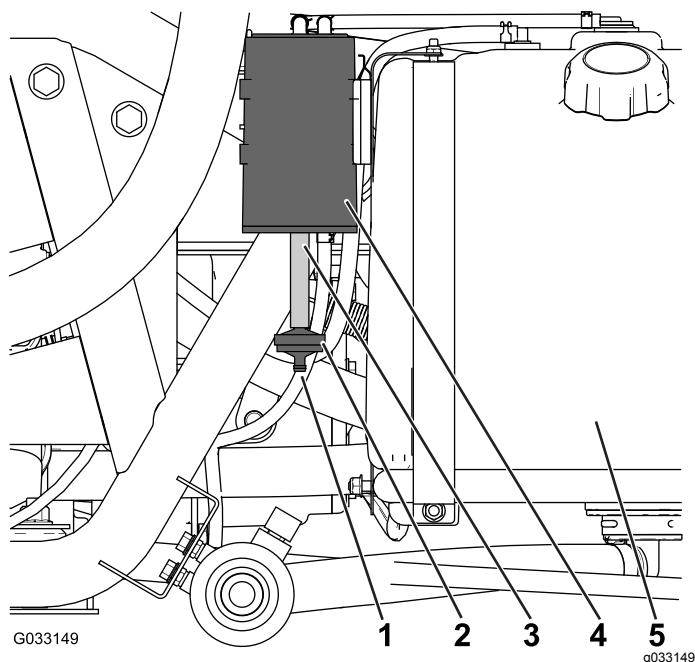

Bild 45
Prüfen Sie an der Öffnung unten am Luftfilter den Aktivkohlefilter und stellen Sie sicher, dass er sauber ist und keine Rückstände oder Verstopfungen hat (Bild 45).
1. Entfernen Sie das gezahnte Anschlussstück des Aktivkohlefilters von der Leitung unten am Aktivkohlefilter und nehmen Sie den Filter ab (Bild 45).